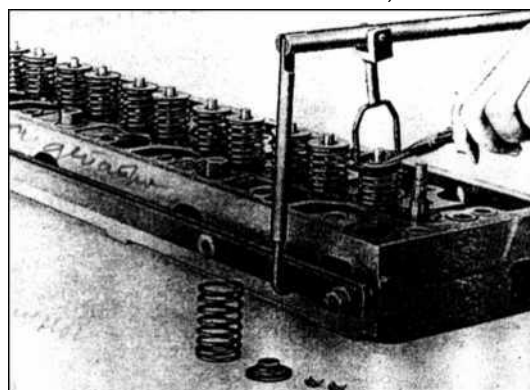

РИС. 74
- 2) Нажмите на пружину клапана с помощью приспособления 312 589 0231, оказывая противодействие тарелке пружины, которая должна быть извлечена (рис. 74).